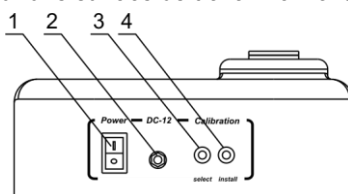

Fig. 1 Panneau arrière
- Branchez le bloc d'alimentation externe dans la prise 12V située sur le panneau arrière de l'appareil (fig.1/2).
- 3.4.1. Mettez l'appareil sous tension (position **I**) à l'aide de l'interrupteur d'alimentation (**Power**) situé sur le panneau arrière de l'appareil (Fig.1/1).
- 3.4.2. Appuyez sur le bouton **Select** (fig.1/3) situé sur le panneau arrière (utilisez une épingle fine de diamètre maximal de 2mm pour pressez les boutons **Select** et **Install**). Le signal «0,5» clignotera sur l'écran pour indiquer que l'appareil est prêt à sauvegarder les valeurs de calibrage du premier point 0,5McF.
- 3.4.4. Pressez le bouton **Install** à l'aide de l'épingle (fig.1/4). Le premier point «0,5» sera sauvegardé dans la mémoire de l'appareil et la prochaine valeur de calibrage s'affichera (l'indication clignotante 1,0 s'affichera).
- 4.2. Mettez l'appareil sous tension en utilisant l'interrupteur d'alimentation (**Power**) situé sur le panneau arrière (position I) (Fig.1/1).